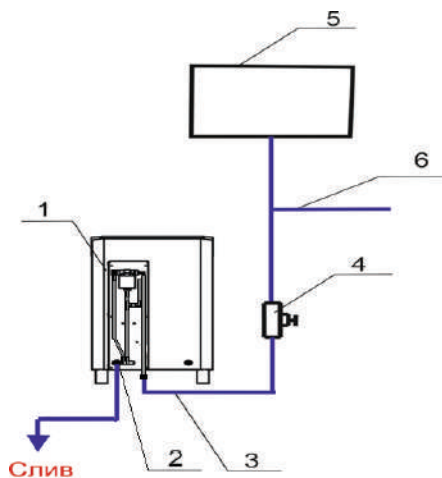

Рис. 7
2.1.2.5 Приподняв вверх снять заднюю крышку. Подключить ЭНУ (поз. 1, рис. 7). с помощью гибкого шланга (поз. 3, рис. 7). к водопроводной сети (поз. 6, рис. 7) или накопительному баку (поз. 5, рис. 7), расположенному в смежном помещении. Рекомендуется устанавливать накопительный
бак на высоте не менее 1 м от верха ЭНУ. При использовании накопительного бака (поз. 5, рис. 7) для водоснабжения парогенератора, необходимо выполнить следующие действия:
Перед ЭНУ следует установить запорный кран (поз. 4, рис. 7). Для слива воды в канализацию подключить к крану слива (поз. 2, рис. 7) гибкую подводку необходимой длины. Для предотвращения образования известковых отложений, значение жесткости воды должно находиться в диапазоне от 0,5° до 5°F. Рекомендуется использование специальной установки – деминерализатора (с обратным осмосом).
2.2.2.1 Закрывать сливной кран (поз. 2, рис. 7) и открыть заливной кран (поз. 4, рис. 7). При включении электропечи в помещении с отрицательной температурой заливной кран открывать через 15 минут после включения режима парогенерации.
2.2.2.5 После окончания работы, в целях предотвращения образования осадка в баке парогенератора, рекомендуется сливать воду из системы. Для этого закрыть заливной кран (поз. 4, рис. 7) и открыть сливной кран (поз. 2, рис. 7). Дождаться полного слива воды из системы. Оставить краны в таком положении до следующего включения изделия. При возникновении возможности замерзания воды в баке парогенератора, сливать воду обязательно!